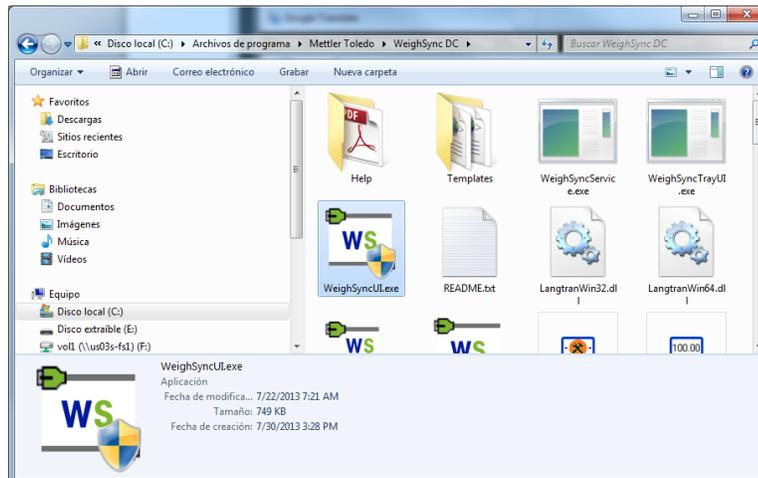

Figura 1-9: Carpeta del archivo de programa WeighSync
- Al abrir el archivo .exe en **Program Files\Mettler Toledo\WeighSync DC** subdirectorio (Figura 1-9).